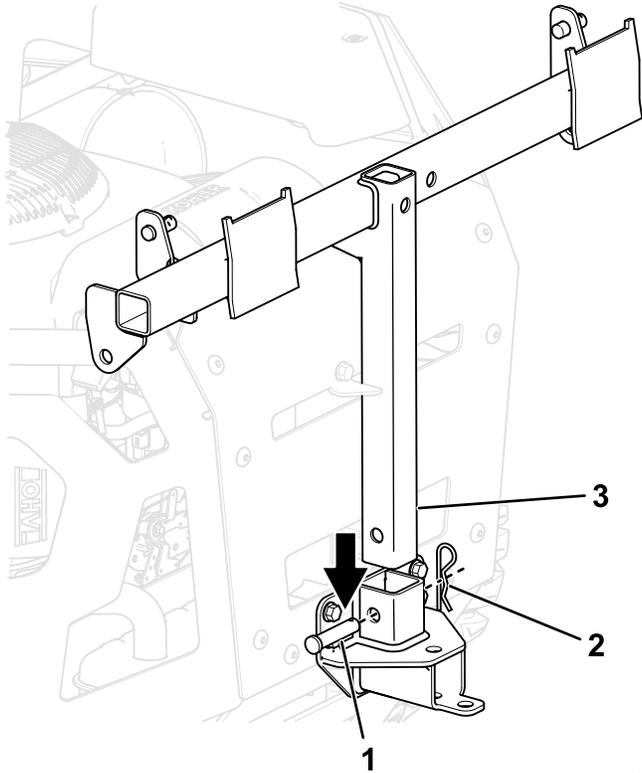

Figura 8
5. Instale el bastidor del ensacador en el soporte de montaje del ensacador con el pasador largo y una chaveta (Figura 8).